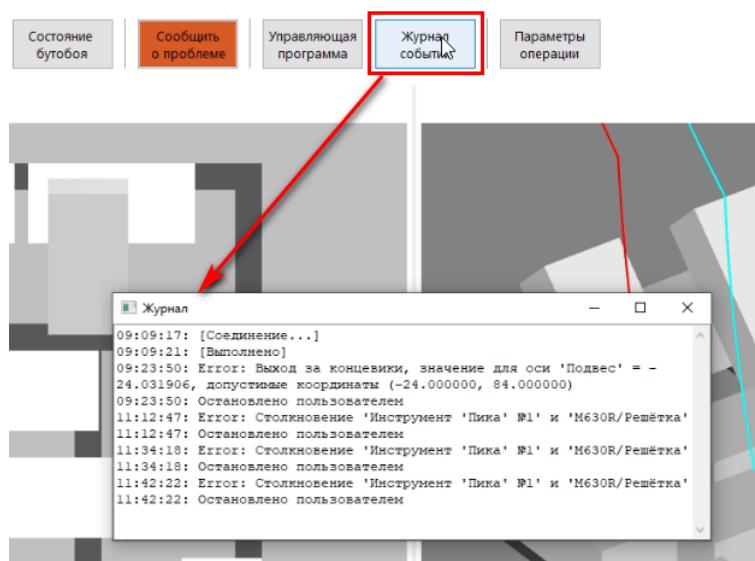

Рисунок 8. Вызов окна журнала событий
10) Для просмотра всех событий, произошедших в процессе работы системы, необходимо нажать кнопку-команду «Журнал событий»: в открывшемся окне журнала (рис. 8) содержатся записи о событиях с привязкой ко времени;